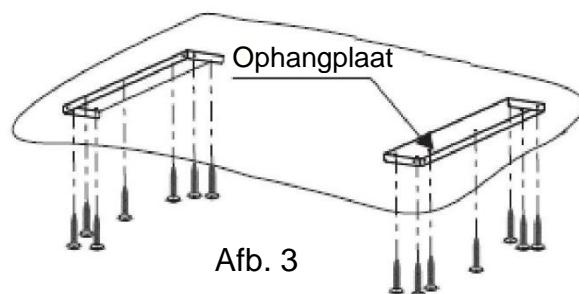

Afb. 1
2. Voor de beste prestaties moet de afzuigkap op een afstand van niet meer dan 150 cm vanaf het kookoppervlak worden geplaatst. Zie afb. 1.